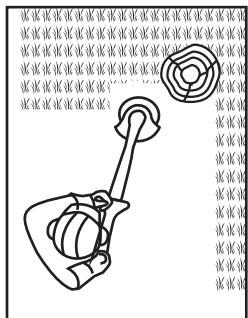

Fig. 19
- Puxe o protetor de plantas (13) para fora para evitar que o dispositivo de corte entre em contacto com objetos rígidos, como paredes e lanchis (Fig. 19, 20).